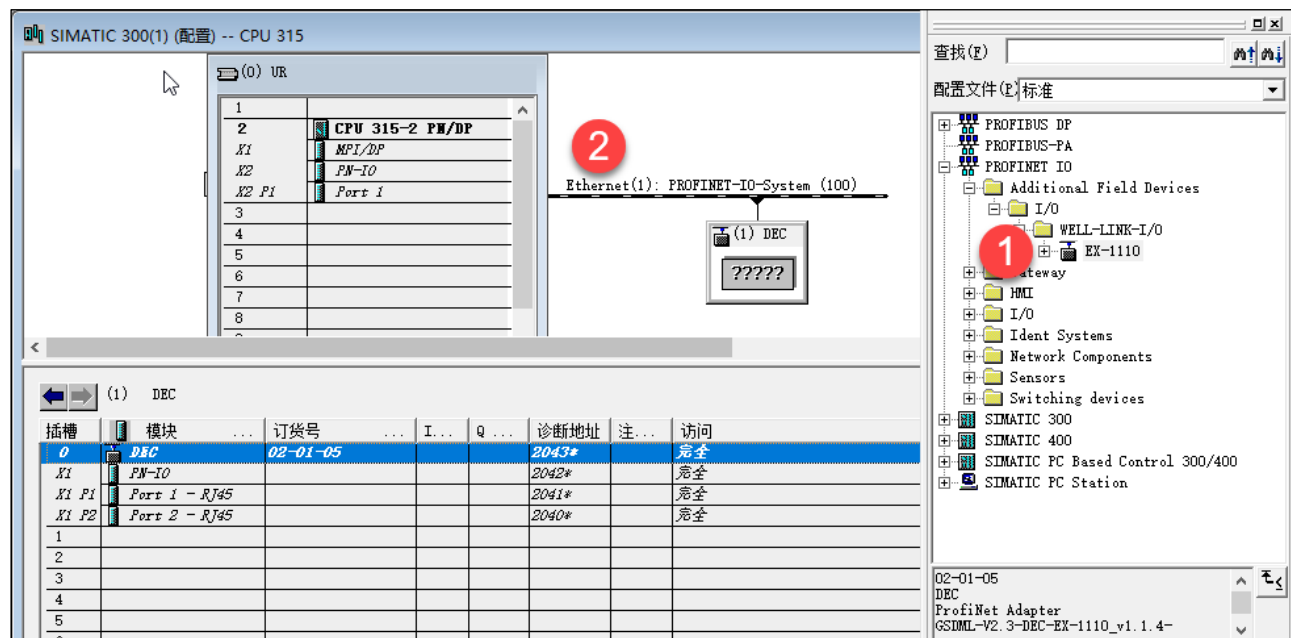

图 4-3-9 将 IO 添加在 Ethernet (1) 子网中
在 Ethernet (1) 中，配置 I/O 设备站，在右侧中选择 EX-1110 拖拽到 Ethernet (1) 子网下面，如图 4-3-9 所示。